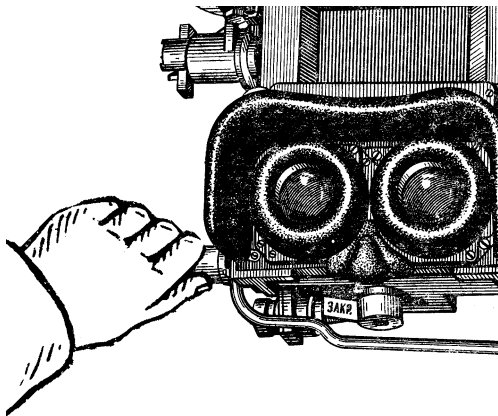

Рис. 78. Приєднання високовольтного кабелю до приладу ТВНЕ-1ПА
- вставити штир роз'єму високовольтного кабелю в гніздо високовольтного вводу і закрутити накидну гайку (рис. 78);